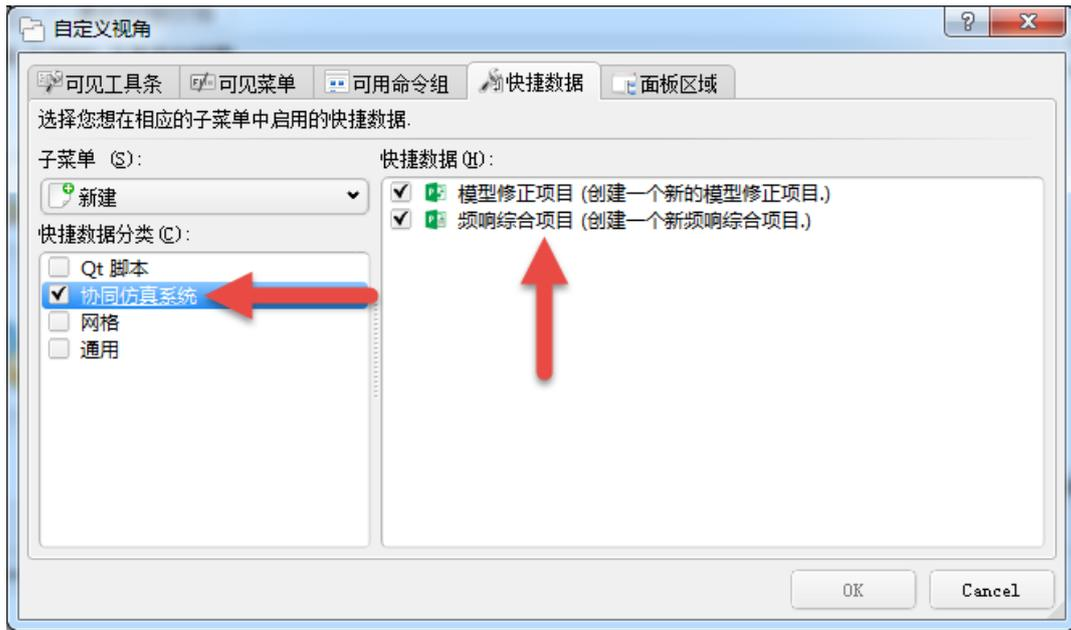

图 3.1 自定义视角界面
(2) SiPESC 平台界面调整。首先需要调出 SiPESC 平台的模型修正功能的快捷按钮。点击菜单栏“窗口→自定义视角”，弹出自定义视角的界面，如图 3.1 所示。点击上部菜单栏的“快捷数据”，在界面左侧“子菜单”的下拉菜单选择“新建”，在下面的选择区域勾选“协同仿真系统”，然后点击右下角的“确定”，自定义视角界面关闭，完成操作。